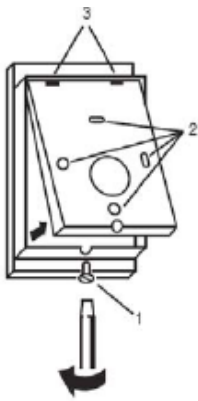

Fig.2
- Odkręcić śrubę znajdującą się na dole urządzenia – patrz rys. 2(1)
- Zamontować podstawę na ścianie za pomocą odpowiednich śrub i elementów złącznych dostosowanych do montażu ściennego (nie w komplecie) – rys. 2(2)
- Umieścić urządzenie w podstawie, zaczepiając dwa wgłębienia znajdujące się w górnej części urządzenia o haki, a następnie lekko wsunąć urządzenie w dół w taki sposób, aby zablokować złączkę – patrz rys. 2(3)
- Na koniec zamocować pojedynczą śrubę w dolnej części – rys. 2(1)